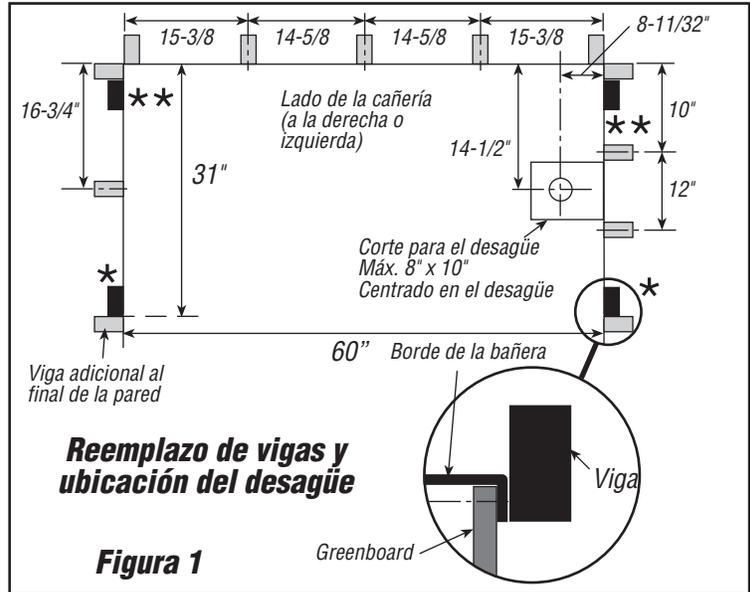

Figura 1
2. Las vigas de las paredes deben estar ubicadas como se muestra en la figura 1 y deben estar a escuadra. Si las vigas no están a escuadra, puede tener que suplementarlas. Es importante que las vigas estén ubicadas como se indica (*) para poder fijar el ala de cada lado de los bordes de la bañera. Si está instalando nuestro juego complementario de paredes, debe haber una viga de cada lado de la esquina del fondo como se muestra (**). Si está redecorando, y no hay una viga en el lugar exacto, agregue una nueva. Las demás vigas deberán estar ubicadas de acuerdo con las normas locales de construcción.
Construya una pared de vigas de 2 x 6 para el extremo con las cañerías. Coloque tiras de recubrimiento en las paredes de mampostería en los mismos lugares que las vigas de la figura 1.